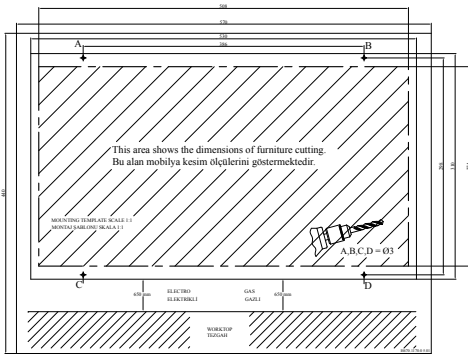

Fig. 1
- Faça os furos indicados no projeto de instalação com A, B, C e D e utilize brocas de 4 mm de diâmetro. (Fig. 1)